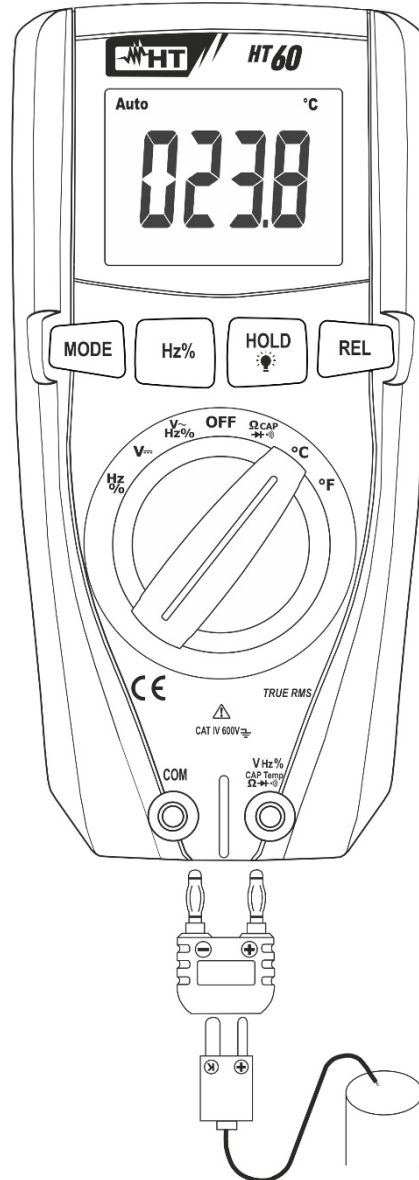

Abb. 8: Verwendung des Gerätes für Temperaturmessung
2. Stecken Sie den mitgelieferten Adapter in die Eingangsbuchsen **VHz%CAPTemp Ω-+** (Polarität +) und **COM** (Polarität -) (siehe Fig. 8).